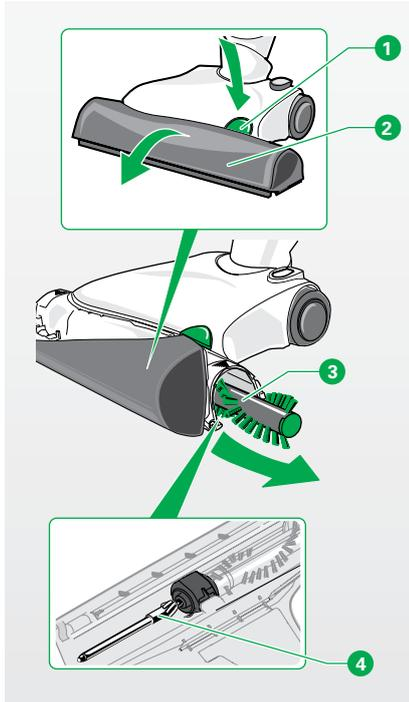

Figura 4.10 Extracción de los cepillos giratorios
- Compruebe de vez en cuando que las cerdas verdes sean más largas que las cerdas amarillas (2, Figura 4.10).